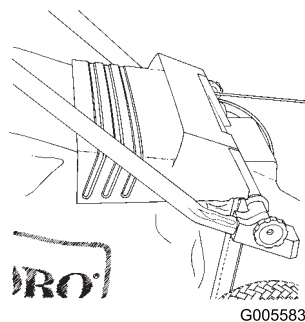

Figure 16
3. Le volet d'éjection doit se refermer complètement en haut du bac de ramassage (Figure 16).